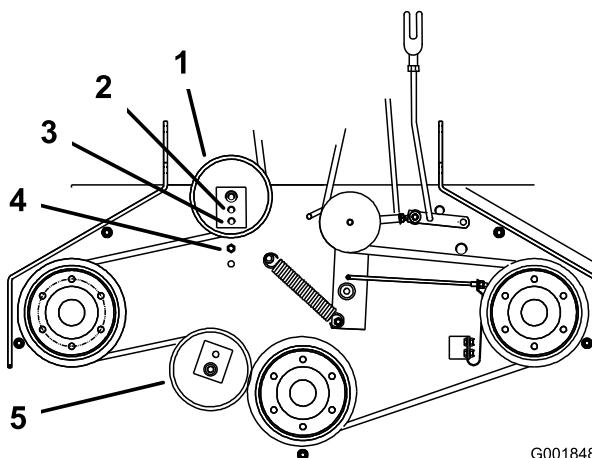

Figura 40
6. Si no es posible ajustar más el tensor y la correa todavía está floja, será necesario cambiar la polea tensora trasera al taladro central o delantero (Figura 40). Utilice el taladro que permita el ajuste correcto.
7. Cuando se cambia de posición la polea tensora, será necesario cambiar también la guía de la correa. Mueva la guía de la correa a la posición delantera (Figura 40).